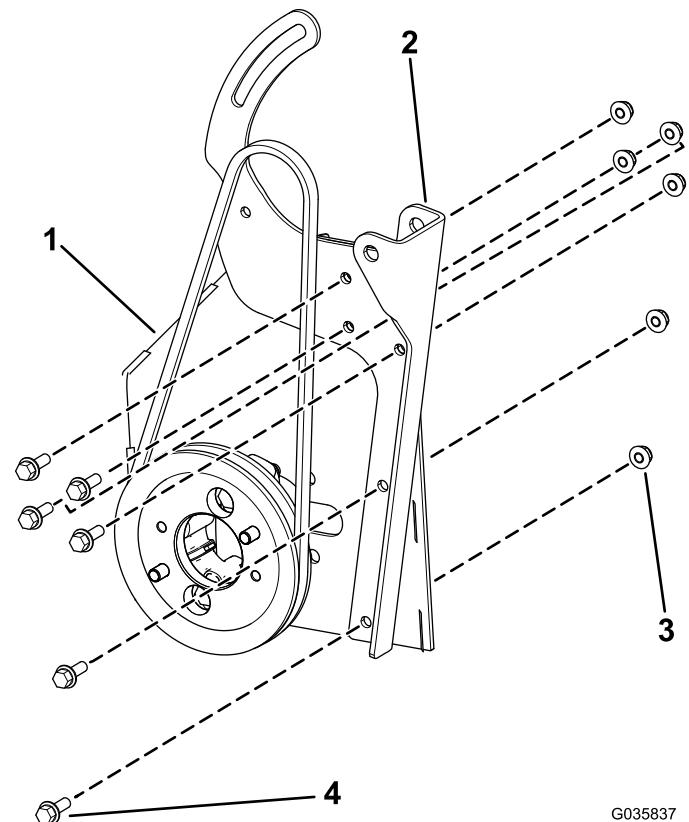

Bild 10
2. Befestigen Sie die Lichtmaschinenhalterung an der Halterung der Hydraulikpumpe mit den 6 Sechskantbundschrauben (1/4" x 3/4") und 6 Bundmuttern (1/4") wie unter Bild 10 gezeigt.